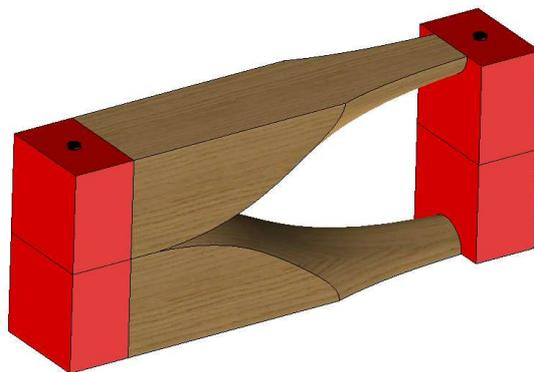

Figure 5 : Carrelets collés
- Appliquer la colle, pivoter les carrelets de 180° et cheviller (Figure 5).